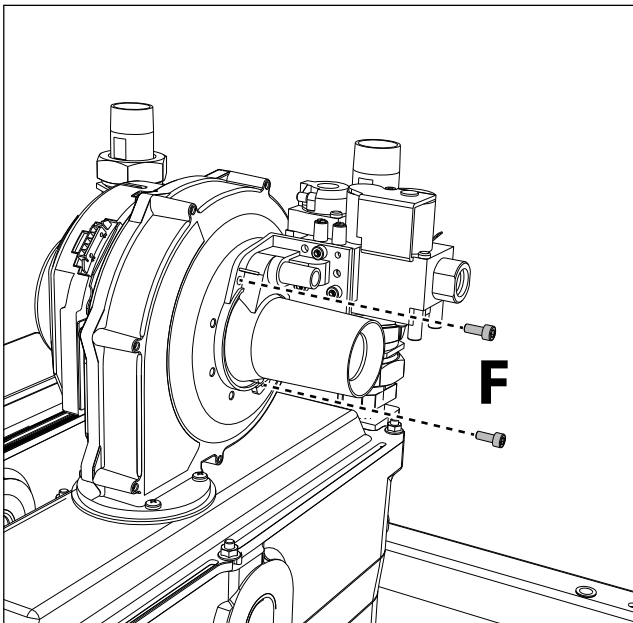
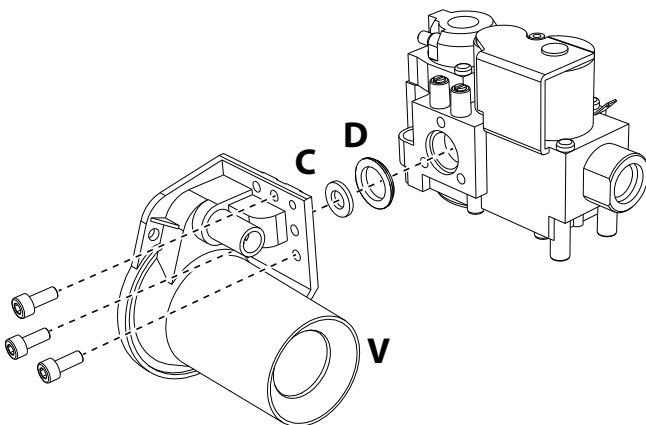

рис. 67
рис. 68
6. Снимите «узел Вентури» с вентилятора, открутив два винта «F» (рис. 67).
7. Снимите трубку Вентури «V», открутив 3 винта (см. рис. 68).
Замените газовую форсунку «C», поместив ее внутрь прокладки «D», на ту, которая находится в комплекте для переоборудования (см. рис. 68). Соберите «узел Вентури» и закрепите его на вентиляторе (см. рис. 68 и рис. 67).